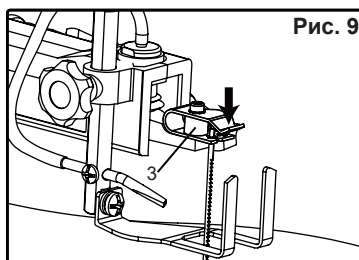
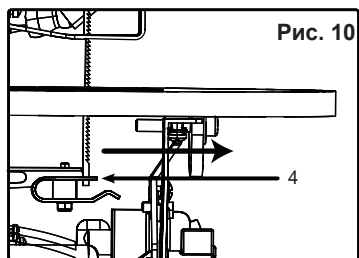

Рис. 9
Рис. 10
3. Надавите на верхний держатель лезвия (рис.9 - 3), чтобы извлечь лезвие из держателя. Извлеките лезвие из нижнего держателя (рис.10 - 4).
2. Нажимая на верхний держатель лезвия (рис. 9 - 3), вставьте лезвие в прорезь держателя.